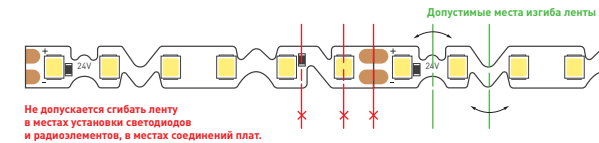

Рис. 5. Места сгиба ленты
- Максимальный угол изгиба на плоскости 90 градусов (рис. 5)